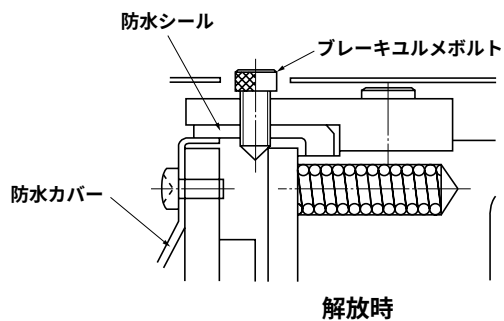

図18
- (1) 対角2ヶ所のブレーキユルメボルトを一旦はずし、スペーサを取り除いた後、再度ボルトを六角スパナでねじ込んでいくとブレーキは解放されます。この時、ブレーキユルメボルトを回し過ぎないようにしてください。(ブレーキが解放されたか確認しながらブレーキユルメボルトを回してください。)(図18参照)